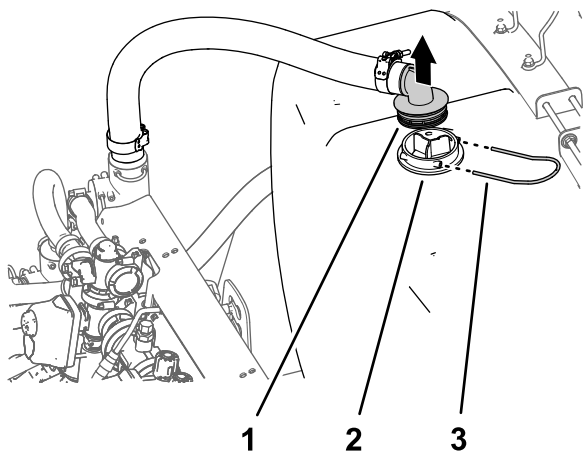

図 12
- 液剤散布用給液ホースの、バルブ付き90°フィッティングを吸い込みスクリーンのハウジングに固定しているリテーナを取り外す 図 12。